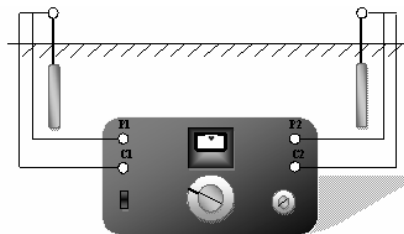

Figura 23. Conexión del Equipo de resistividad empleando el método de dos pines
- Para medir la resistencia entre dos varillas o ánodos, conecte “C1” y “P1” y “C2” y “P2” a las dos varillas o ánodos, usando cables separados. (Observe la figura 23).